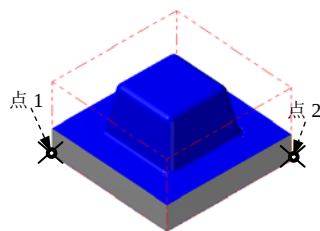

图 10.9.4 定义栅格点
(2) 单击“刀具路径的曲面选取”对话框 **风格** 区域的 **✎** 按钮，选择图 10.9.4 所示的点 1 和点 2（点 1 和点 2 为棱线交点）为加工栅格点。系统重新弹出“刀具路径的曲面选取”对话框，单击 **✓** 按钮，系统弹出“曲面粗加工钻削式”对话框。